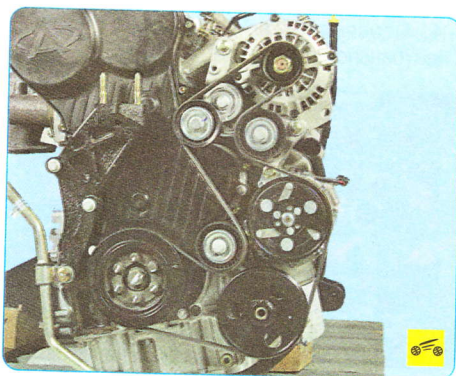

Рис. 5.3. Расположение ремня привода вспомогательных агрегатов
4. Установите новый ремень привода вспомогательных агрегатов в порядке, обратном снятию, правильное расположение ремня показано на рис. 5.3.